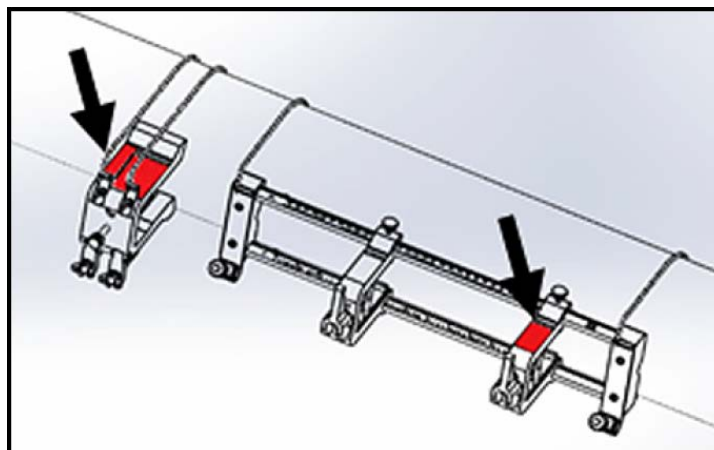

Figura 38: Yugo girado en posición horizontal
4. Gire el yugo hasta que se coloque en posición horizontal sobre el mismo lado de la tubería, al igual que el accesorio de sujeción instalado anteriormente, como se muestra en Figura 38 más abajo.
5. Asegúrese de que las superficies superiores de la escuadra del yugo y la escuadra fija del accesorio de sujeción se sitúen exactamente en el mismo plano horizontal (véase Figura 38 más arriba).